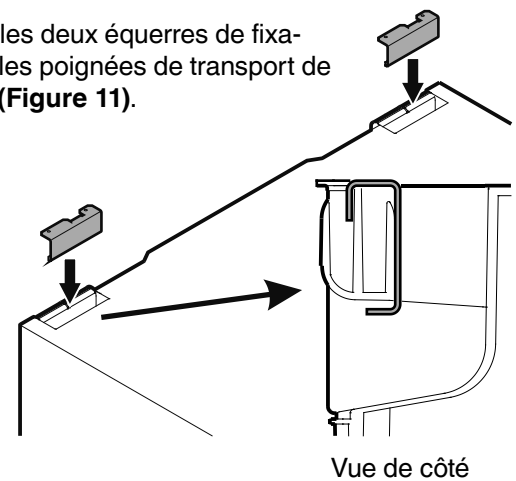

Figure 11
2. Enclipser les deux équerres de fixation dans les poignées de transport de l'appareil (Figure 11).